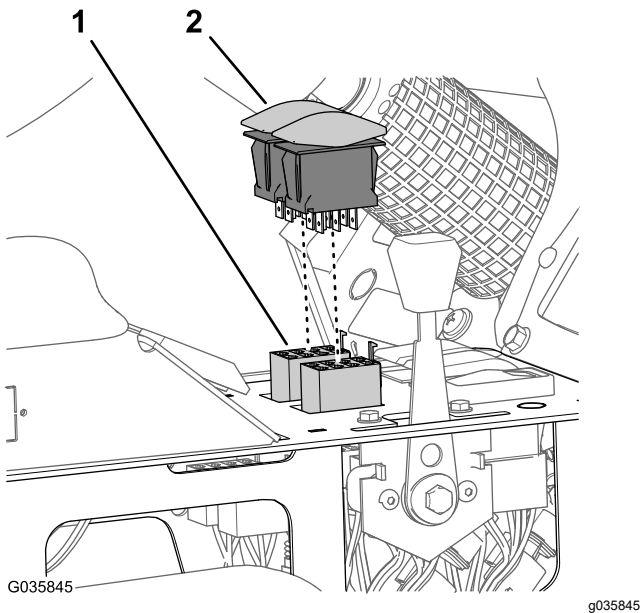

Figura 39
3. Desconecte el conector hembra de 8 vías del arnés de cables de la máquina desde los interruptores de elevación de brazos para los circuitos de control de elevación de brazos izquierdo y derecho (Figura 39).
4. Conecte los interruptores basculantes en los conectores hembra de 8 vías del arnés de cables del kit de acabado del brazo Ultra Sonic Boom (Figura 39).
5. Instale los interruptores de elevación de los brazos en las aberturas del panel de la consola central hasta que los interruptores encajen en su sitio (Figura 39).